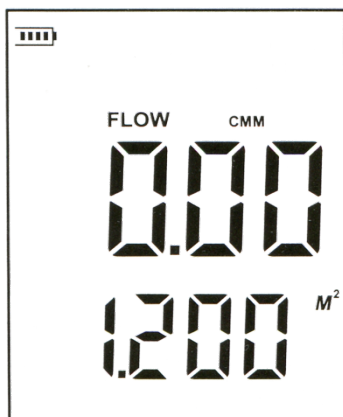

Рис. 4
- Нажатием кнопки VEL/FLOW переключитесь в соответствующий режим (FLOW). Индикация дисплея представлена на рис. 4:
Сначала нажмите «вверх» (левая цифра изменится на 1), затем нажмите на «•» (точка десятичной дроби), затем нажмите «вправо» (значение примет вид «1.0»). Затем нажимайте «вверх», пока 0 не изменится на 2. Затем 2 раза нажмите «вправо». Итоговая индикация будет представлять собой «1.200». В конце нажатием «вправо» подтвердите выбор. Индикация на дисплее изменится на указанную на рис. 4.